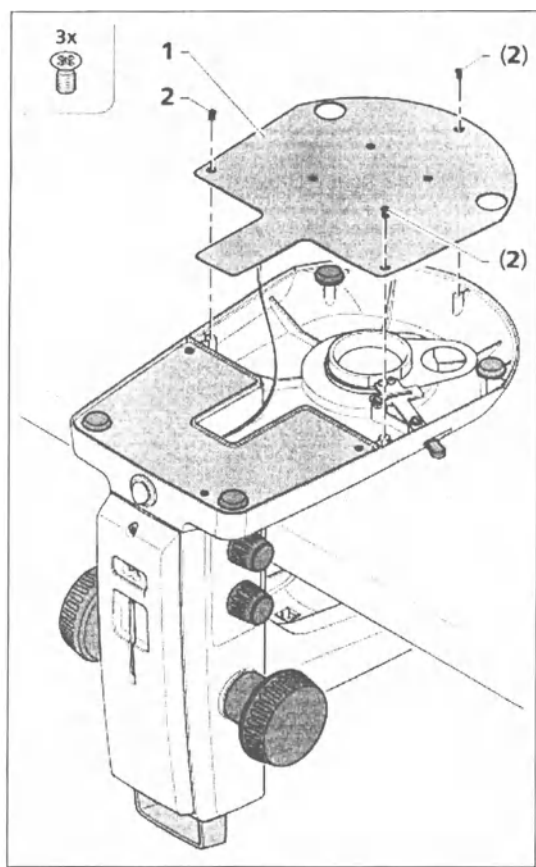

Рис. 28. Снятие крышки штатива K EDU
Демонтаж крышки (рис. 28/1) осуществляется для очистки или удаления случайных посторонних веществ.
- Для этого снимите три винта с крестообразным шлицем (рис. 28/2), осторожно поднимите крышку штатива (рис. 28/1) и отложите ее в сторону.
- Убедитесь в том, что кабель не отключен от крышки штатива (рис. 28/1).